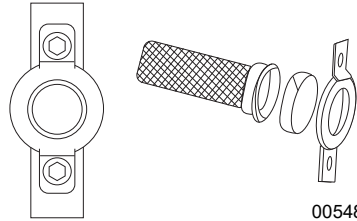

Figure 4-6. Écran du pare-étincelles
1. Voir **Figure 4-6**. Retirez la bride afin de pouvoir retirer la bague d'arrêt.